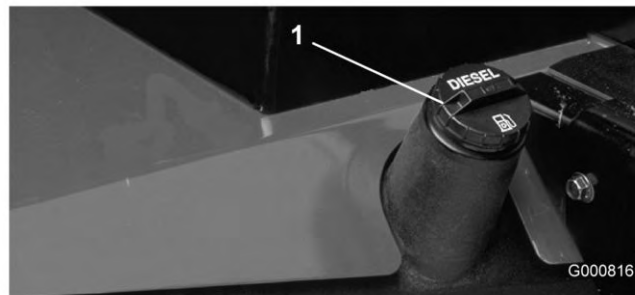

Figure 35
3. Retirez le bouchon du réservoir de carburant (Figure 35).